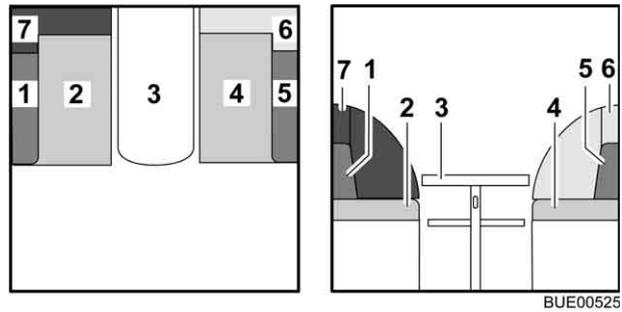

Bild 64 Vor dem Umbau
- Tisch (Bild 64,3) zum Bettunterbau umbauen (siehe Abschnitt 6.9).